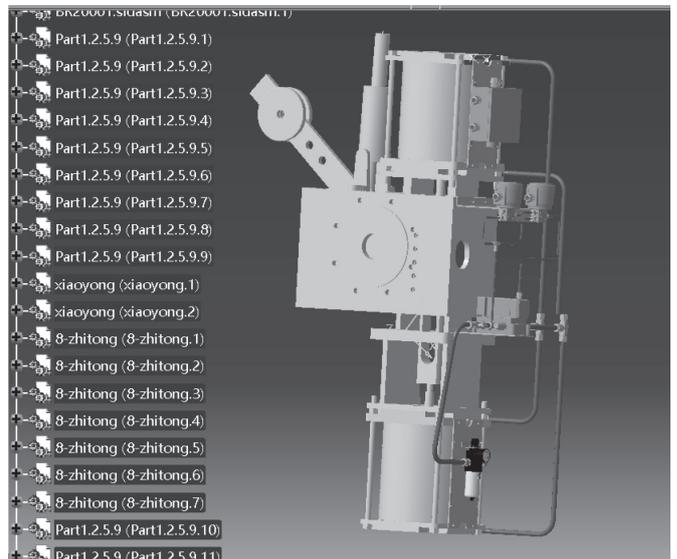
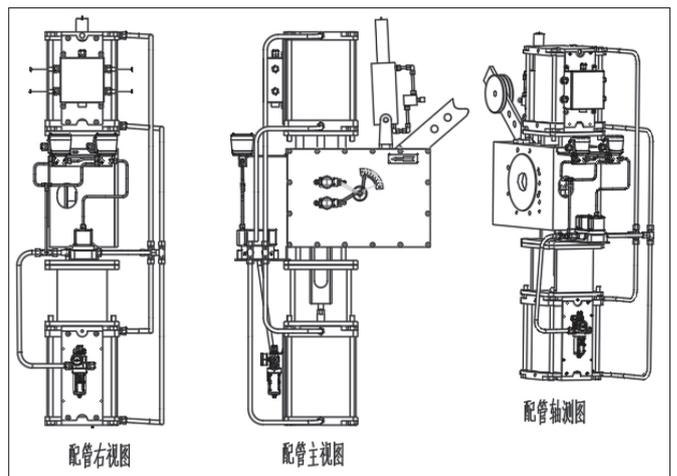

图5 轴测图
图6 CAD图
(3) 为了解决配管重叠的识图问题，使用 CATIA 软件绘制出相应的配管图，采用轴测图进行表达并转换为 CAD 图，通过三视图和轴测图相结合的识图表达方式，轻松解决了配管师傅识图难问题，配管也比之前更加精确，如图5和图6所示。